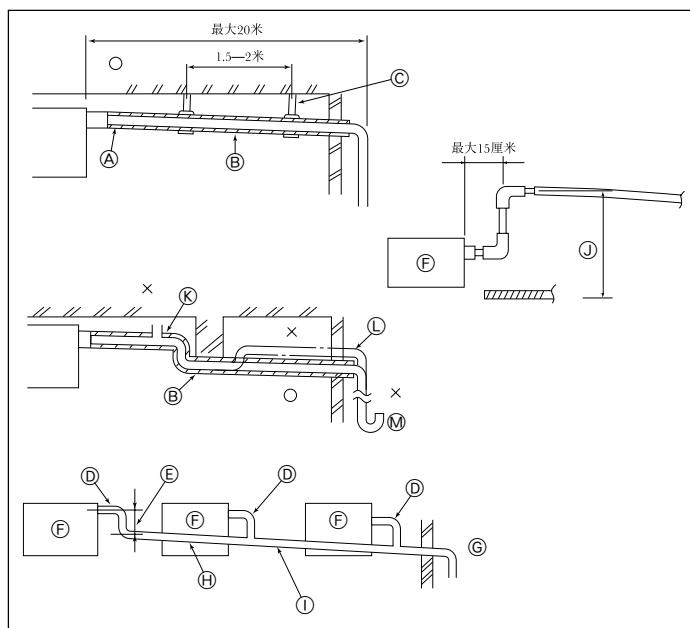

Fig. 3-4
3.4. 安装排水管 (Fig. 3-4)
- ① 正确配管
- ② 错误配管
- ③ 绝缘材料(9毫米或者以上)
- ④ 斜度(1/100或者以上)
- ⑤ 支承金属件
- ⑥ 排气孔